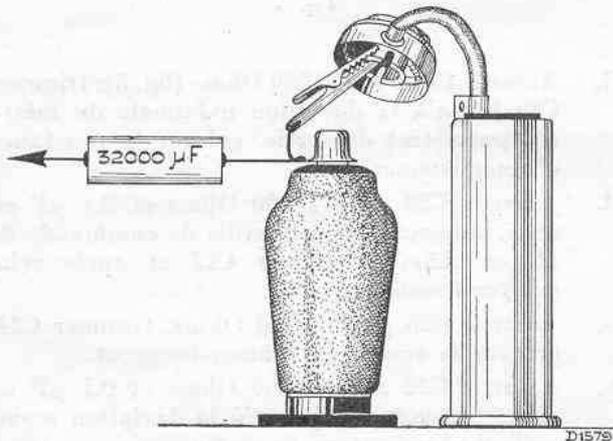

Fig. 2
Appliquer, de la façon suivante, un signal à la grille de commande: Le circuit de grille reste raccordé à la grille et le signal est appliqué à travers un condensateur de $32000 \mu\text{F}$ (voir fig. 2). Le régulateur de volume sera toujours tourné sur le maximum; si le signal est trop puissant, ramener, en arrière, l'atténuateur de l'émetteur service.
2. Appliquer un signal de 128 Kc à la grille de commande de L1 (fig. 2).